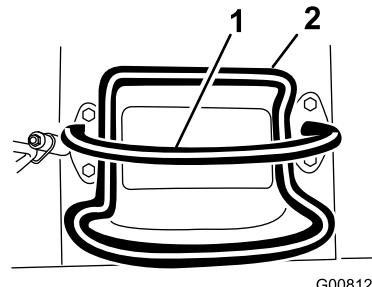

Figura 6
- Para parar a máquina, liberte o controlo de tração (Figura 6).